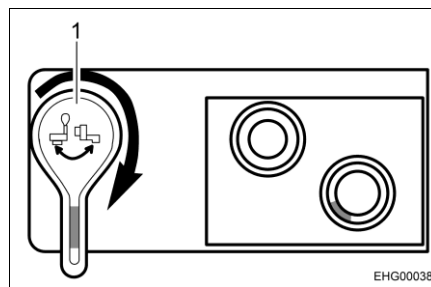

Fig. 85 Robinet de vidange, ouvert
- Ouvrir le robinet de vidange. Tourner pour ce faire le levier du robinet de vidange de 90° dans le sens des aiguilles d'une montre (voir Fig. 85,1).